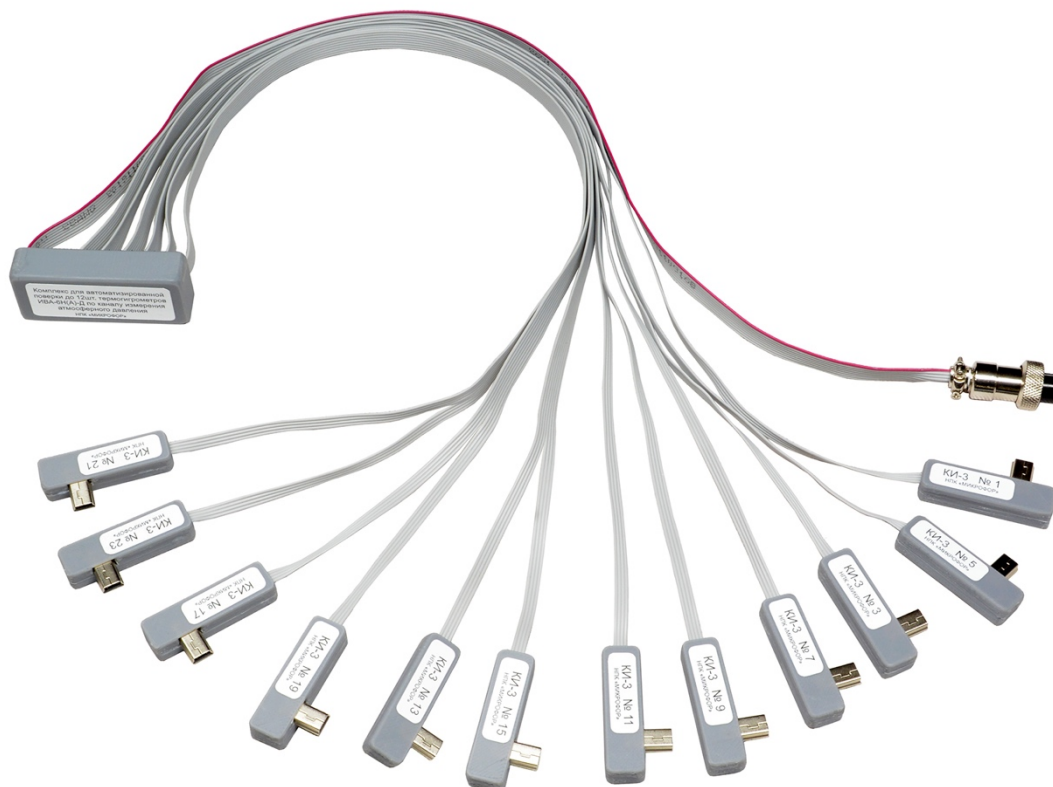

Рисунок 3 – Юстировочный комплекс 12-ти канальный для канала измерения атмосферного давления. Преобразователь интерфейса ПИ-1С не показан.
- 12 адаптеров КИ-3 с введенными нечетными сетевыми номерами от 1 до 23, соединенных с кабелем для подключения к электрическому разъему барокамеры (см. Рисунок 3);